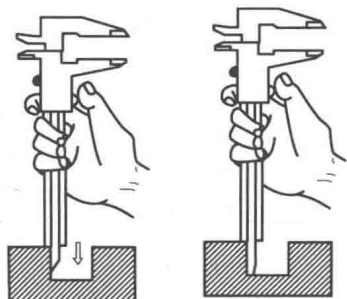

图 1-17 测量深度尺寸的方法之一
5) 在测量工件的深度尺寸时, 应先将尺身的下端面对紧被测工件的上表面, 然后用拇指拨动深度尺, 使其端部轻轻接触到被测表面, 读出数值, 如图 1-17 所示。